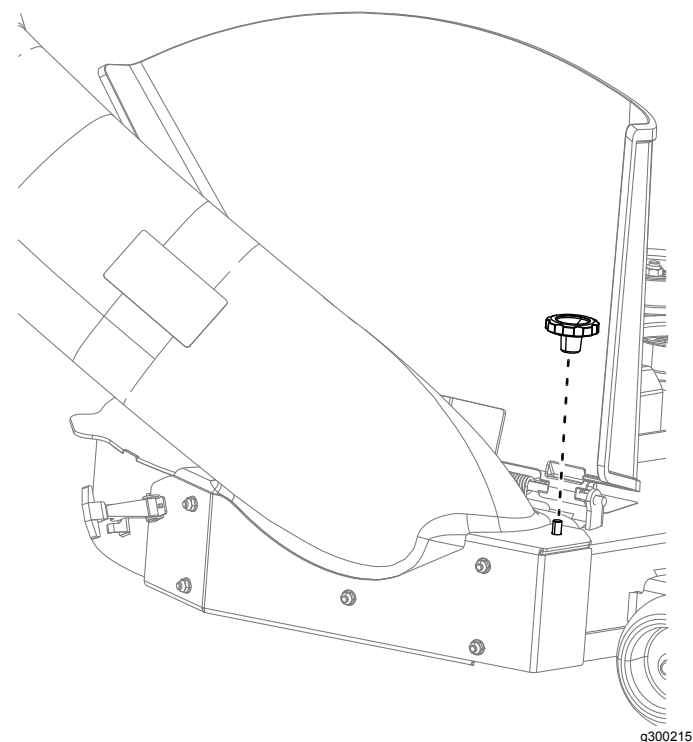

Figure 19
2. Montez le nouveau déflecteur d'ouverture sur le plateau de coupe à la place du déflecteur que vous venez de déposer (Figure 19).
5. Fixez le déflecteur avant au plateau de coupe à l'aide d'un écrou (5/16") et d'un boulon de carrosserie, comme montré à la Figure 19.
7. Serrez la molette à la main pour fixer la goulotte au plateau de coupe (Figure 19).